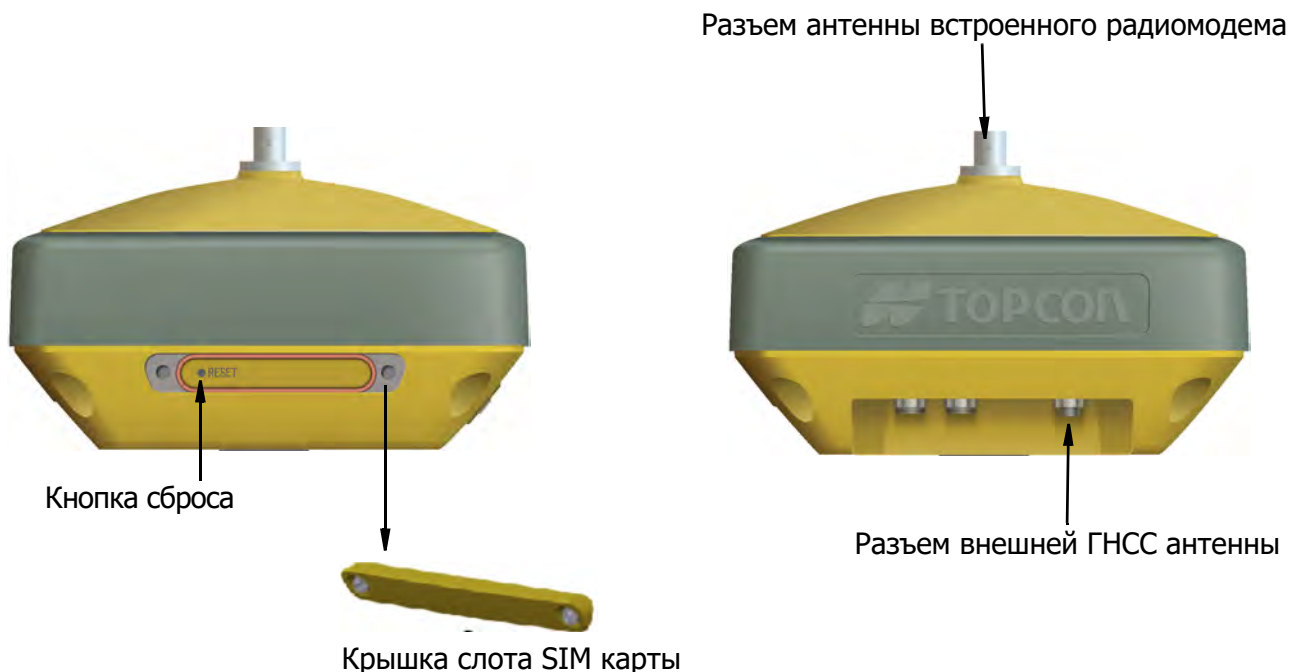

Рисунок 2-2: HiPer VR с модемами УВЧ или FH915 и без сотового модуля
2. ГНСС приемник HiPer VR с **УВЧ модемом R2** (P/N 1016578-13) или с **модемом R2 FH915** (P/N 1016578-14) (в Россию не поставляется) и **без сотового модуля**. В верхней части приемника находится разъем для антенны радиомодема. В нижней части приемника находится **разъем внешней ГНСС антенны**. **Кнопка сброса (Reset)** расположена под **крышкой слота SIM карты** в нижней части приемника (Рисунок 2-2).